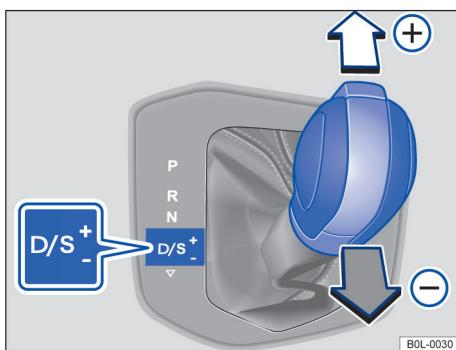

图 90 变速杆处于 Tiptronic 位置
- 向前  或向后  轻推变速杆即可上下切速挡 → 图 90。